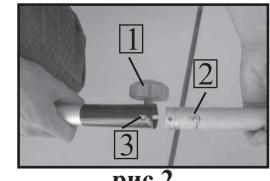

рис.2
6.1 Установка нижней части штанги гибкого вала (рис.2).
6.1.1 Ослабьте баращковую рукоятку 1 (рис.2), откручивая её против часовой стрелки.
6.1.2 Совместите верхнюю и нижнюю части штанги, как показано на рис.2
6.1.3 Соедините верхнюю и нижние части штанги. При этом фиксирующая кнопка 2 (рис.2) должна находится в отверстии 3 (рис.2) соединительной муфты.